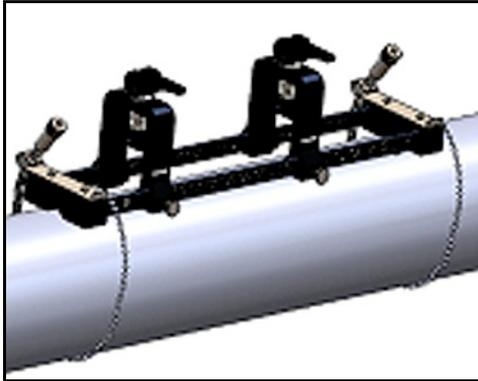

Figure 14 : Fixations avec chaînes installées
7. Répétez les étapes précédentes pour installer la chaîne du côté opposé de la fixation à pinces (reportez-vous à la *Figure 14* ci-dessous). La fixation à pinces doit être fermement montée sur le tuyau, mais avoir suffisamment de jeu pour permettre d'effectuer l'alignement final.